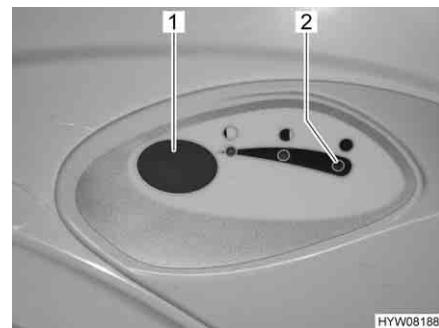

Fig. 140 Pulsante dello sciacquone/spia di controllo toilette Thetford
- Per sciacquare premere il pulsante blu (Fig. 140,1).
La spia di controllo (Fig. 140,2) si accende quando il serbatoio fisso deve essere svuotato.